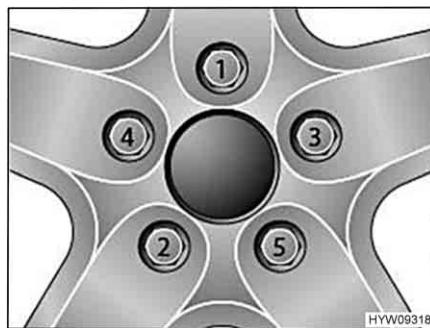

Fig. 199 Serraggio a croce di dadi delle ruote e bulloni delle ruote
- Serrare i dadi delle ruote o i bulloni delle ruote nell'ordine riportato in Fig. 199. A tale scopo, utilizzare una chiave dinamometrica e rispettare la coppia di serraggio indicata (vedi paragrafo 13.5.2).
- Controllare regolarmente il serraggio dei dadi o dei bulloni. Regolare il serraggio dei dadi delle ruote o dei bulloni delle ruote di una ruota sostituita dopo circa 50 km. A tale scopo, procedere seguendo l'ordine indicato in Fig. 199.
- Se si utilizzano cerchioni nuovi o riverniciati, regolare il serraggio dei bulloni o dei dadi dopo altri 1000 - 5000 km. A tale scopo, procedere seguendo l'ordine indicato in Fig. 199.
- Serrare a croce i dadi o i bulloni delle ruote (Fig. 199).